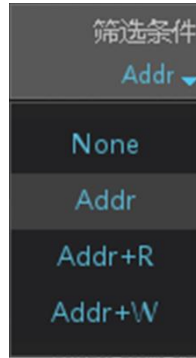

图 2.8 筛选条件
- **筛选条件：**该设置主要对测试项目进行筛选检测，且不影响主机和从机的数据传输。筛选模式含地址和读写位，筛选条件如下图 2.8 所示：